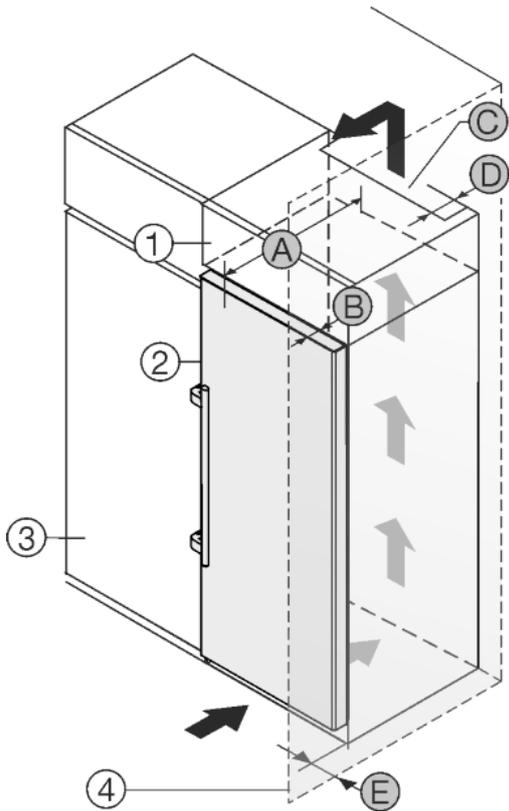

Fig. 22
Das Gerät kann mit Küchenschränken umbaut werden. Um das Gerät Fig. 22 (2) der Küchenzeilenhöhe anzugleichen, kann über dem Gerät ein Aufsatzschrank Fig. 22 (1) angebracht werden.
Das Gerät kann direkt neben dem Küchenschrank Fig. 22 (3) aufgestellt werden. Um die Türe vollständig öffnen zu können, muss das Gerät um die Tiefe Fig. 22 (B) gegenüber der Küchenschrankfront vorstehen. Abhängig von der Tiefe der Küchenschränke und Verwendung von Wandabstandshaltern kann das Gerät weiter herausragen.
- An der Rückseite des Aufsatzschrankes muss ein Abluftschacht mit der Tiefe Fig. 22 (D) über die gesamte Aufsatzschrankbreite vorhanden sein.
- Unter der Raumdecke muss der Entlüftungsquerschnitt Fig. 22 (C) eingehalten werden.
Wenn das Gerät mit den Scharnieren neben einer Wand Fig. 22 (4) aufgestellt wird, muss der Abstand Fig. 22 (E) zwischen Gerät und Wand eingehalten werden. Dies entspricht dem Griffüberstand bei geöffneter Tür.